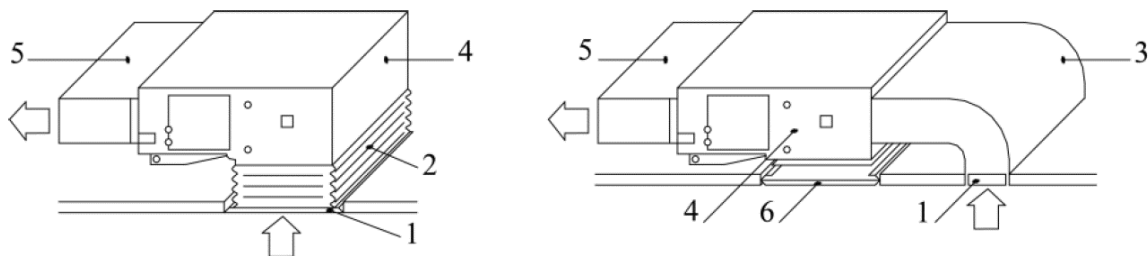

Abb. 12
5. Die Installationsart ist mit Rücksicht auf die Bedingungen im Gebäude, die Wartung usw. zu wählen (siehe Abb. 12).